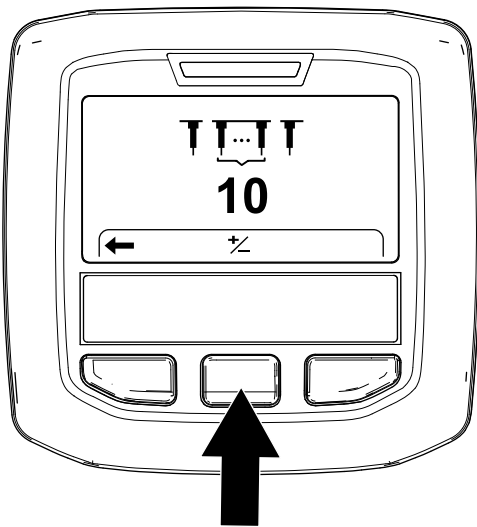

Рисунок 61
3. Нажимайте правую кнопку инфо-центра, пока не отобразится экран Setting the Tine Quantity (Установка количества зубьев) (Рисунок 61).